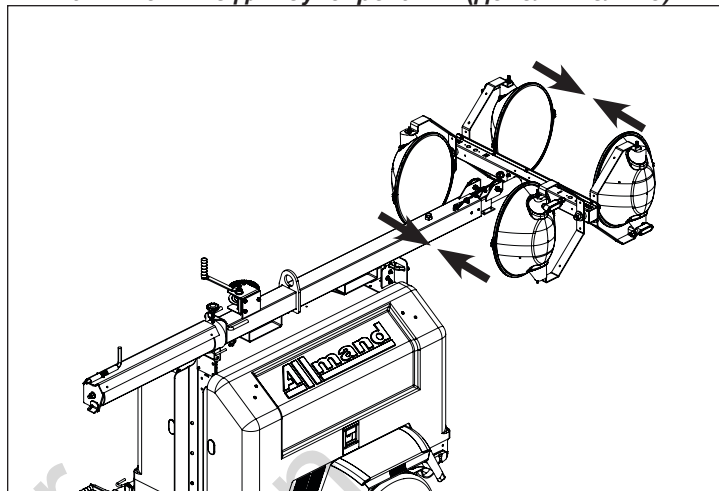

Рисунок 2
3. Расположите осветительные приборы в положение буксирования/транспортировки, повернув держатель лампы перпендикулярно балке для осветительных приборов. Поверните осветительные приборы к центру прицепа. См. рис. 2.